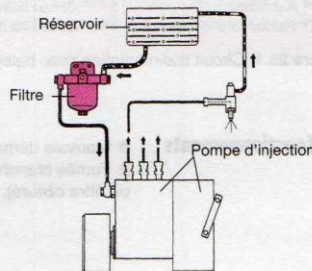

Figure 25.2. Circuit d'alimentation « en charge » (Doc. Purflux)
- en « charge » (réservoir situé plus haut que le moteur, souvent sur les applications agricoles, ou industrielles) (fig. 25.2) ;